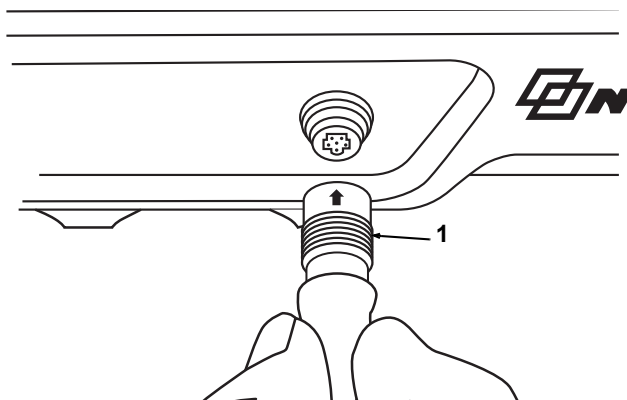

Figura 8: Ligue a haste ou o processador de sinais ao monitor
- a. Alinhe a seta no conector do cabo da haste com o pequeno triângulo na porta do conector do monitor (figura 8).